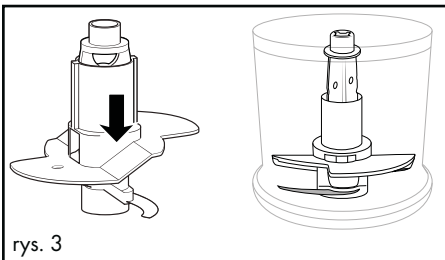

rys. 1
- Na 100 ml śmietany należy ją założyć na uchwyt noża 5 tak, aby nasadka mieszająca 10 przylegała do obu noży 7 i się na nich zablokowała (rys. 1):